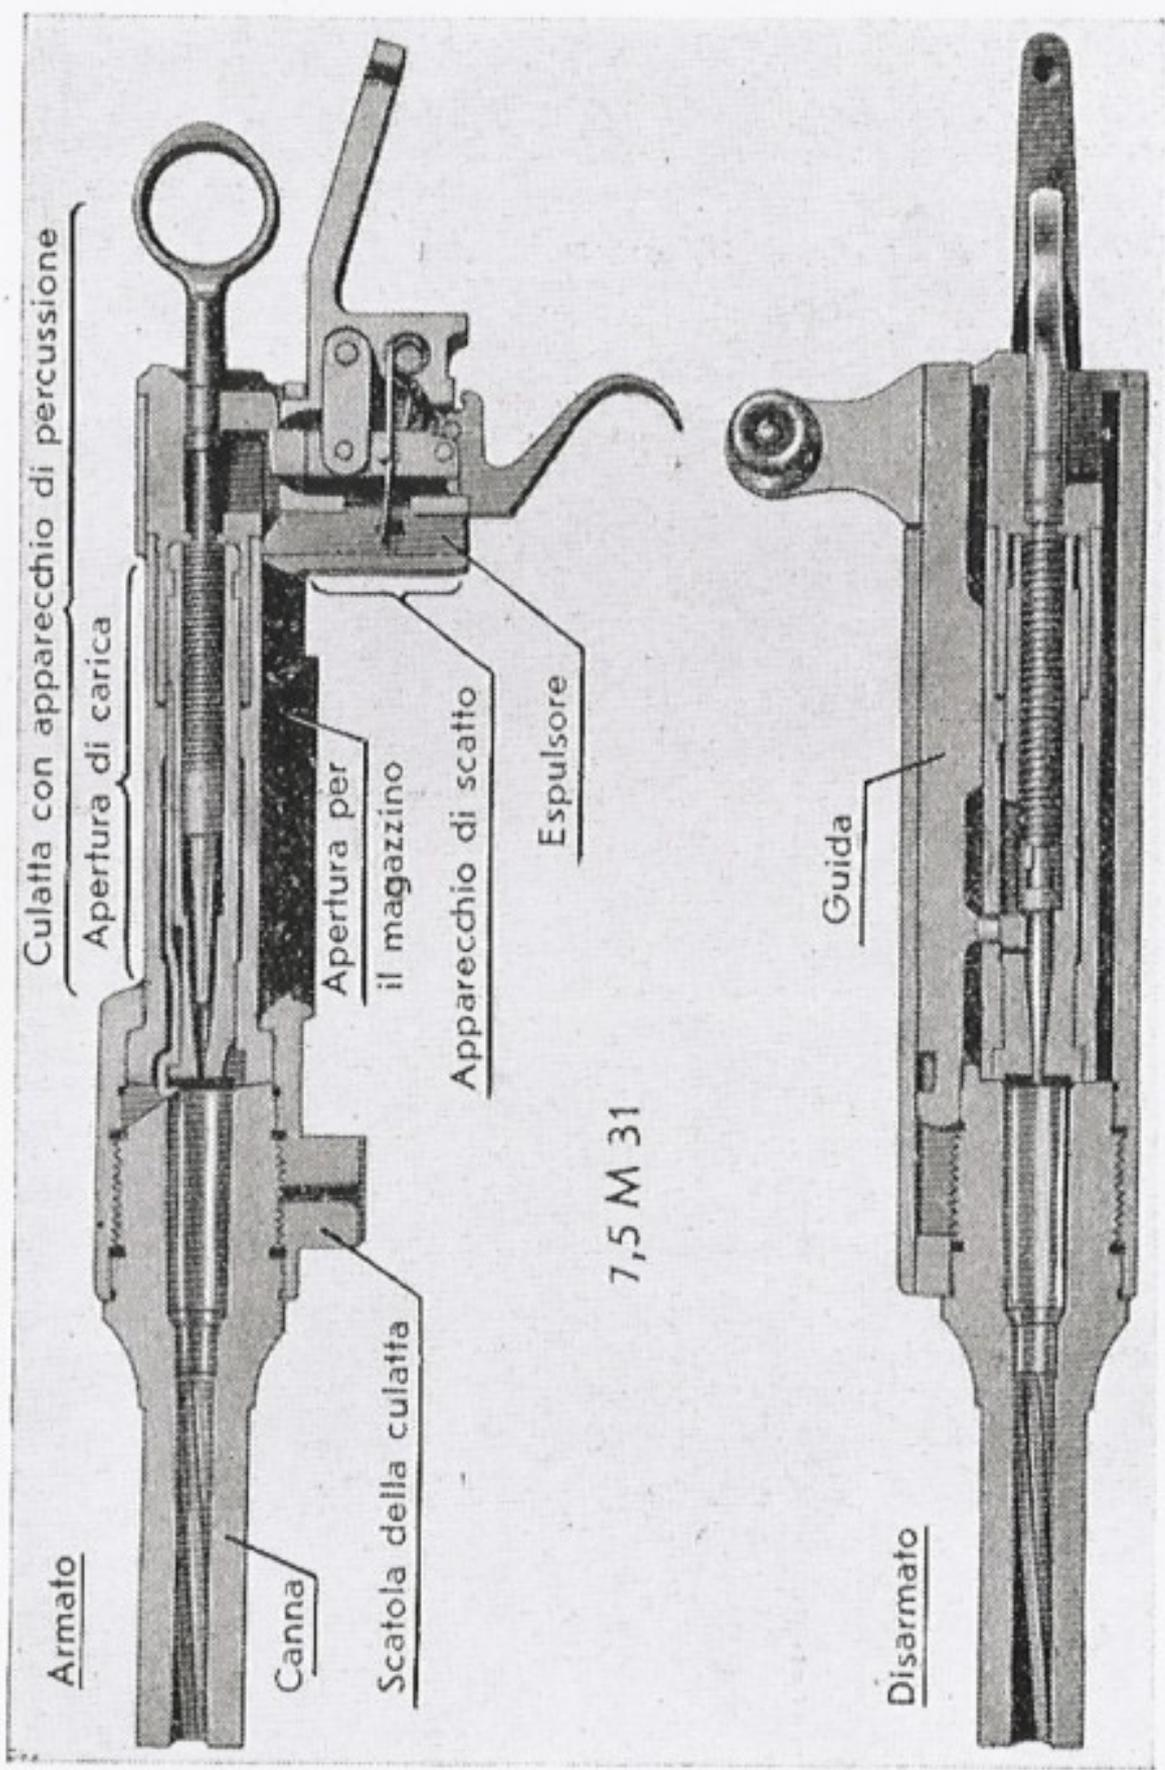

Fig. 6.
**11.** La **scatola della culatta** (fig. 6 e 7), avvitata alla canna, contiene e guida la culatta; con la brida, essa trattiene pure il magazzino.